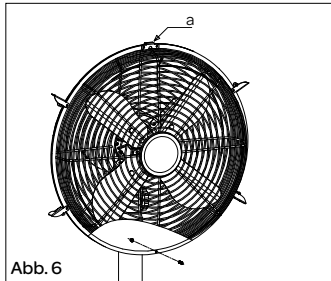

Abb. 6
- Richten Sie den vorderen Schutzkorb mithilfe der Positionierungsklemme [a] an der Oberseite in einer Linie mit dem hinteren Schutzkorb aus und befestigen Sie beide Teile gut aneinander - Abb. 6.